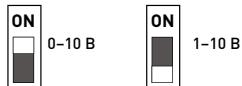

Рисунок 2. Установка режима 0–10 В или 1–10 В
- 3.5. DIP-переключателями на корпусе установите режим работы 0–10 В или 1–10 В (рисунок 2).